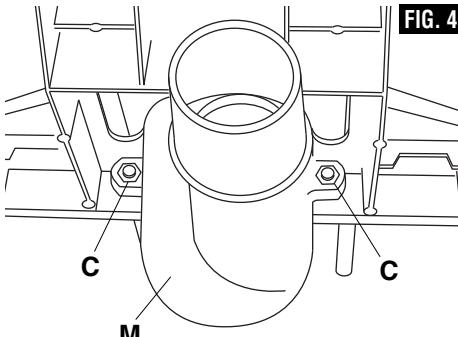

FIG. 4
Pour monter le capuchon d'extraction de poussière (M) : (Fig. 4)
- Enlevez les deux plaques de guidage (D) en desserrant les quatre vis et en soulevant les deux ensembles de plaque de guidage pour les sortir de la partie supérieure de l'embase de guidage.
- Dévissez les deux écrous (C) des deux vis centrales.
4. Insérez les écrous (C) dans les deux évidements hexagonaux situés sur le capuchon d'extraction de poussière.